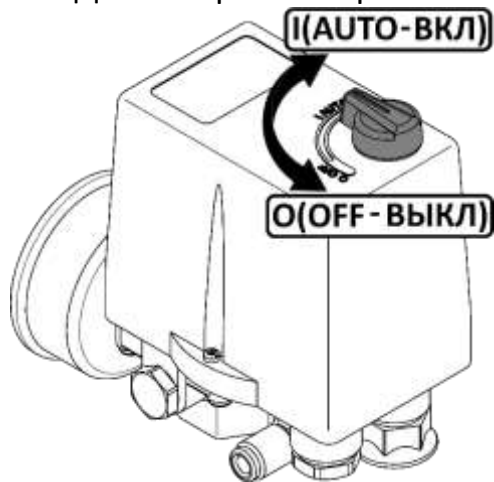

Рисунок 2
- Проверьте, чтобы выключатель на реле давления находился в выключенном положении "O" (рисунок 2).
1 Выключить компрессор выключателем на прессостате. Для этого необходимо переключить выключатель в положение "OFF" (см. рисунок 2). После этого остановится электродвигатель и произойдет сброс давления из нагнетательного воздухопровода, охладителя и компрессорного блока.
пуска компрессора после срабатывания защиты выполните следующие действия: после того, как двигатель остынет до допустимой температуры, переключите выключатель на прессостате в положение "OFF" (см. рисунок 2), а затем включите компрессор переключив выключатель в положение "AUTO".